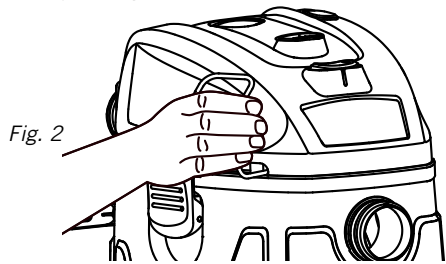
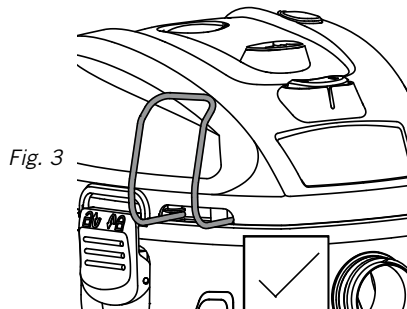

Fig. 2
Fig. 3
5. Coloque un gancho de almacenamiento de la manguera 3 en el frente del cabezal de potencia, justo encima del borde superior del tanque, como se muestra en la Fig. 2. Apriete los lados abiertos del gancho de almacenamiento de la manguera 3 hacia adentro e introduzca los lados abiertos en la ranura correspondiente. Verifique que el gancho haya quedado fijado en su lugar como se muestra en la Fig. 3. Instale el segundo gancho de la misma forma, asegurándose que haya quedado bien fijado. Fig. 2-4.